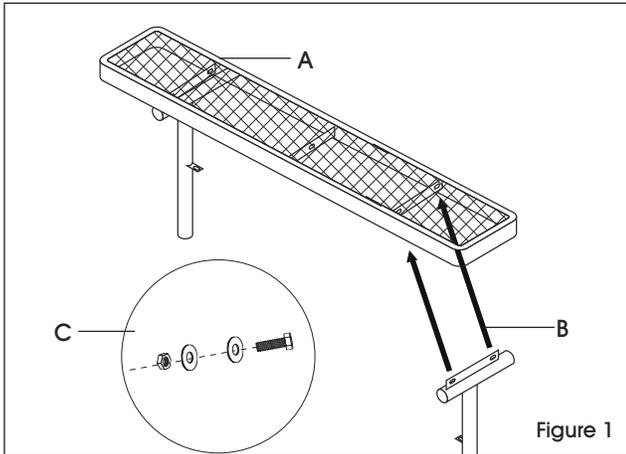

Figure 1
2. Fixez le siège (A) à une patte (B). Assurez-vous que la patte est placée du côté extérieur de la bride de raccordement du siège et que les supports de la patte sont orientés vers l'intérieur. (Voir Figure 1)
3. Fixez lâchement la patte au siège à l'aide d'un boulon, de deux rondelles et d'un écrou (C). (Voir Figure 1)